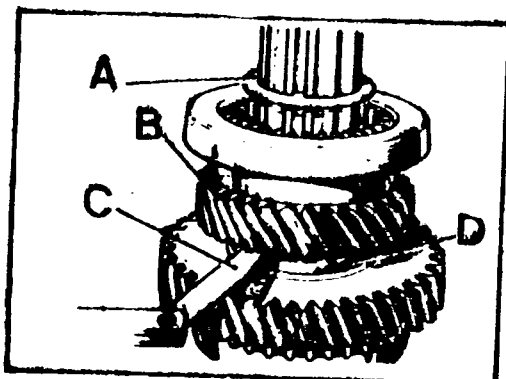

Fig. C-102 Verificación del juego longitudinal del engranaje de tercera velocidad
- 3.2.4. Manteniendo sujetos sobre el eje el engranaje de segunda y el manguito, se instalará el piñón de tercera, B (Fig. C-102) y la arandela de empuje. Con esta arandela fuertemente apoyada sobre el manguito, se comprobará el juego longitudinal de tercera, el cual debe quedar comprendido entre 0,10 y 0,18 mm.